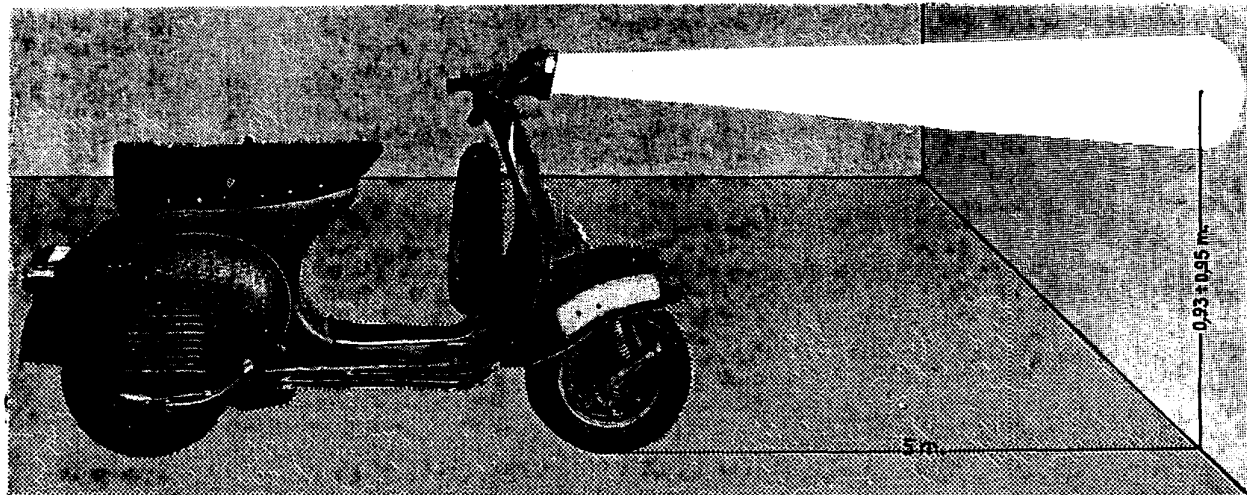

Fig. 20.—Regulación faro (Vespa 150 "S") (*).
- Disponer la Vespa en llano enfrente de una pared, en la que se halle marcado un punto "O", según las cotas indicadas en la fig. 20.